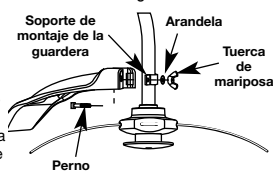

Fig. 2
2. Desde el interior del protector del accesorio de corte, empuje el perno cuadrado a través del soporte de montaje de la guardera y sobresalga a través del soporte de montaje de la guardera (Fig. 2).